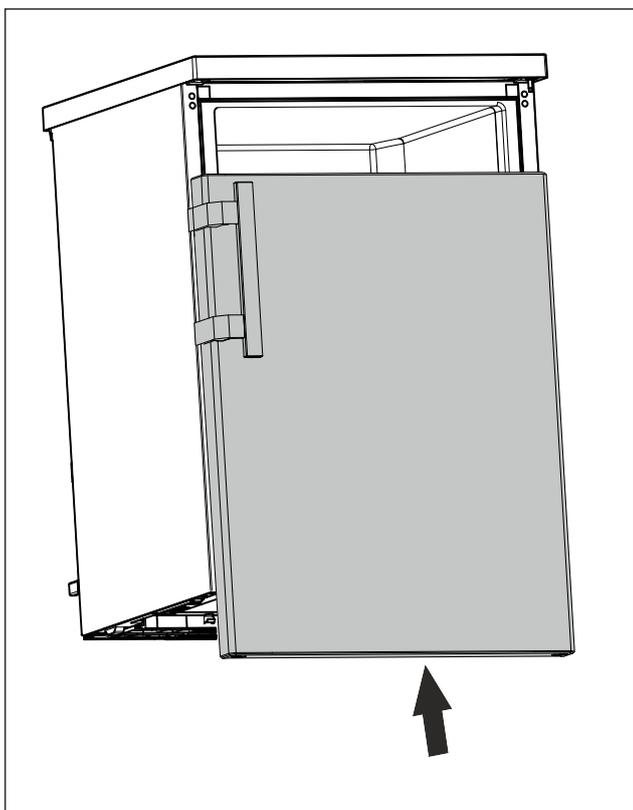

Fig. 21
- ▶ Inserire la porta chiusa sul perno superiore. (vedere *Fig. 21*)